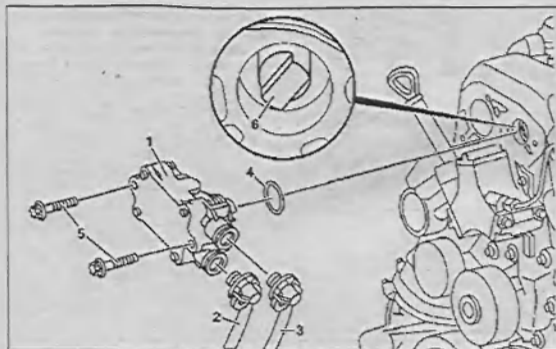

Рис. 3.35. Снятие и установка топливонасоса:
2. Отсоедините топливопроводы 2 и 3 от топливоподкачивающего насоса 1 (рис. 3.35).